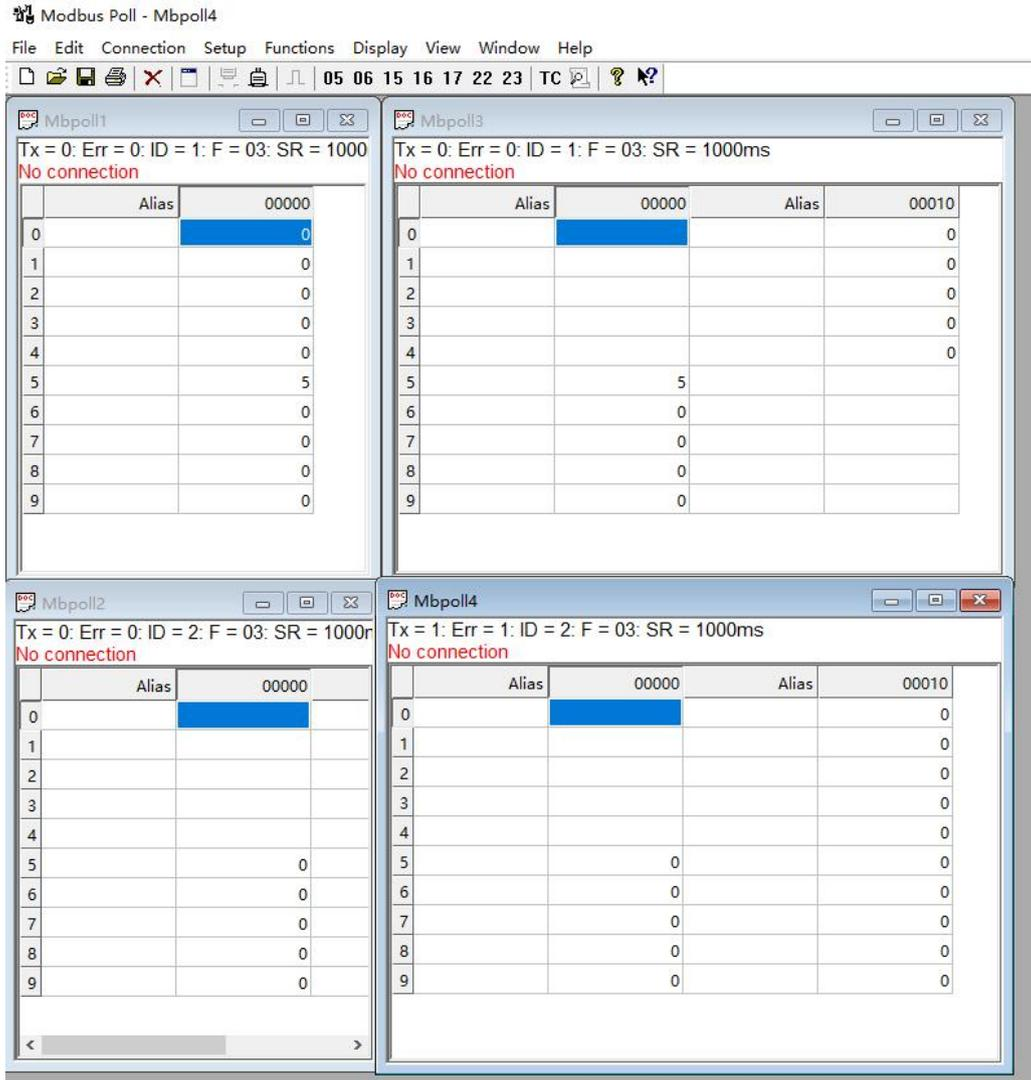

图 25 Modbus Poll页面
③在Modbus Poll中，点击File>new直到出现四个窗口，在每个窗口处右键选择Read/Write Definition，按照组合图24中配置将其配置好，配置好后Modbus Poll 页面如图25所示：